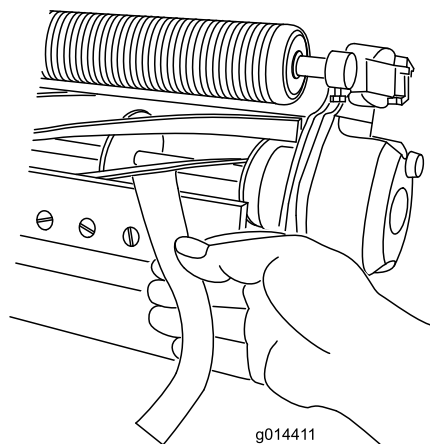

図 10
B. 刃合わせチェックペーパー Toro P/N 125-5610を、リールとベッドナイフとの間に置いてベッドナイフに対して直角にセットし 図 10、リールを ゆっくりと 前転させる紙が切れれば適切。切れなければステップ A と B を繰り返す。
11. 刃合わせチェックペーパーToro P/N 125-5610を、リールとベッドナイフとの間に入れてベッドナイフに対して直角にセットし 図 10、リールを ゆっくり と前転させる紙が切れれば適切。左右のベッドバー調整ねじをそれぞれ1クリックだけ締め、もういちど紙を切るテストを行う。紙が切れるまでこれを繰り返す。